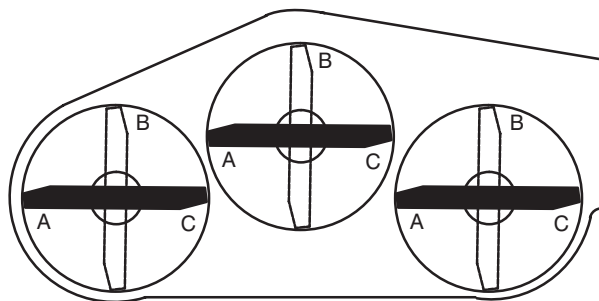
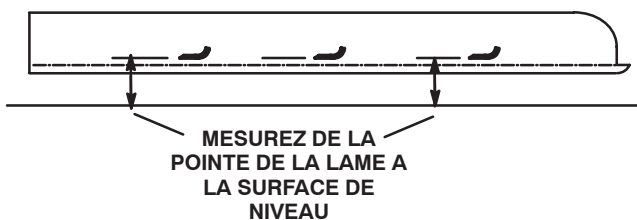

Figure 29
Figure 30
5. Positionnez les 3 lames en position A (Fig. 29) et mesurez de la surface de niveau au bas de la pointe de chaque lame (Fig. 30).
6. Prenez note de la mesure obtenue en position A, tournez les lames jusqu'à la position B (Fig. 29), mesurez la distance de toutes les lames à la surface de niveau et prenez-en note (Fig. 30).
7. Tournez les lames jusqu'en position C et prenez note de la distance mesurée (Fig. 29 et 30).